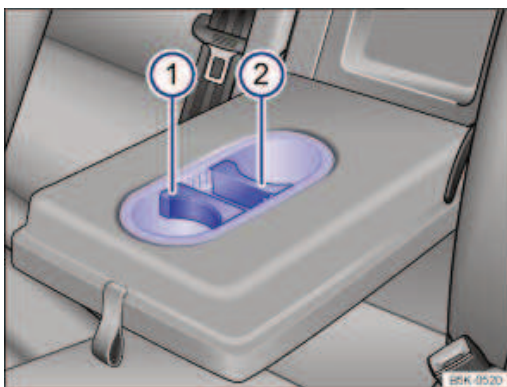

Fig. 153 Dans l'accoudoir central arrière : porte-boissons
*Adaptation du porte-boissons à la taille des gobelets* : retirez l'insert ⇒ Fig. 153  ou  par le haut et mettez-le en place conformément à la taille du récipient.